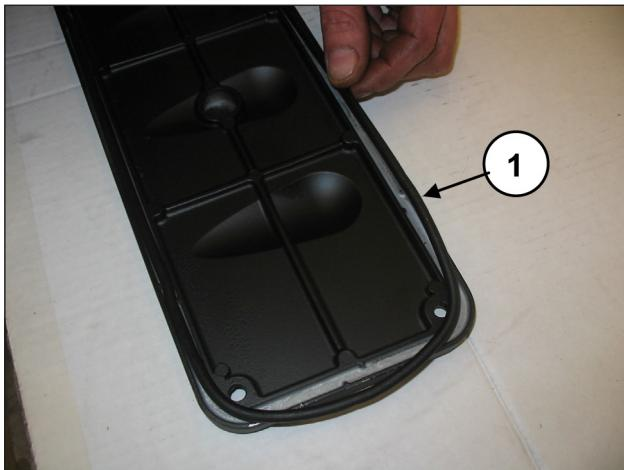
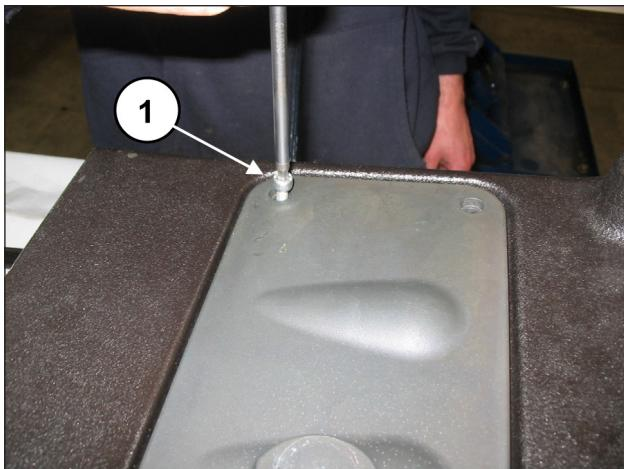

Abb. 163
Abb. 164
Setzen Sie auf die Inspektionsdeckel den O-Ring (Pos. ①, Abb. 163) und montieren Sie die Deckel mit 4+4 Schrauben M6x14 (Pos. ①, Abb. 164).